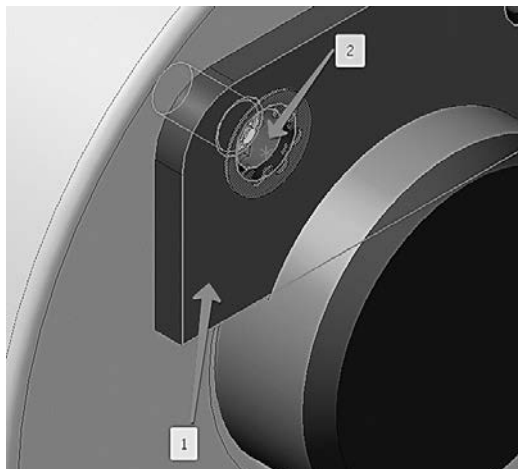

Рис. 96. Добавление Шайбы
10.1.12 Укажите плоскую грань *Планки* (1, рис. 96) и цилиндрическую грань отверстия (2, рис. 96).